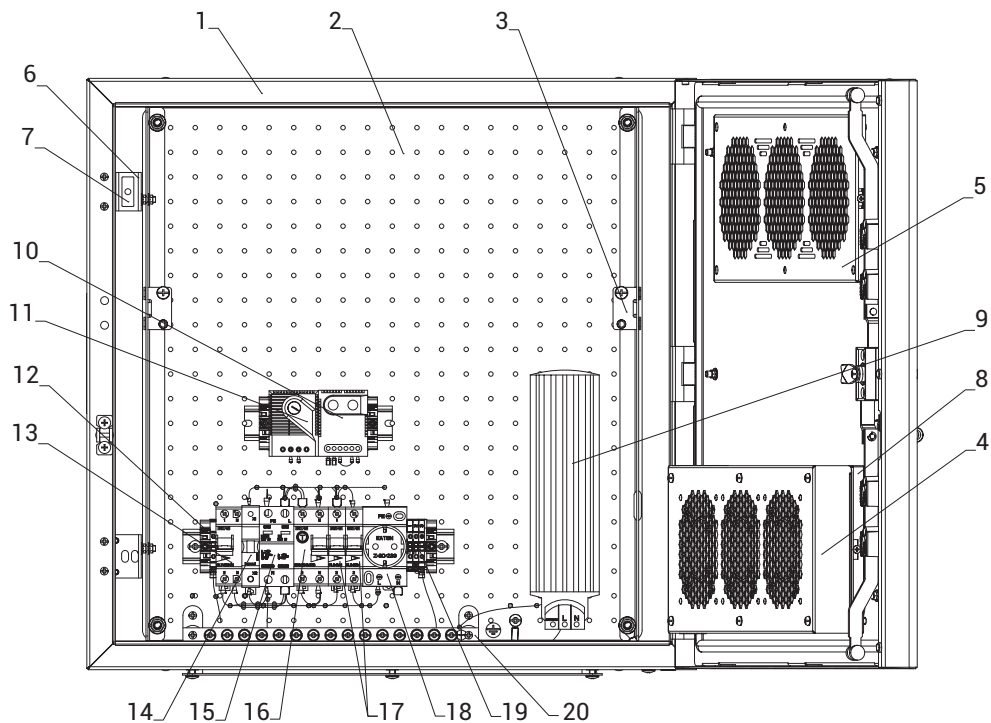

Рисунок 1. Общий вид шкафа серии ШТВ-Н
Корпус шкафов серии ШТВ-Н (поз.1 рис. 1) имеет металлическую сварную конструкцию, внутри покрыт слоем утеплителя с фольгированием, что увеличивает термоизоляцию и уменьшает теплотери через стенки шкафа. В комплект шкафа входят задняя перфорированная оцинкованная панель (поз. 2. рис. 1) и комплект вертикальных юнитовых панелей (поз. 3 рис. 1). Отверстия для ввода кабелей находятся в основании шкафа. Корпус шкафов серии ШТВ-НП выполнен из полиэстера, армированного стекловолокном.
Двери шкафов серии ШТВ-Н имеют перфорацию, которая обеспечивает вентиляцию установленного в нём оборудования, но при этом исключает прямой доступ в полость шкафа и попадание в него инородных предметов. В дверь шкафа исполнения Т1, Т3 встроена система вентиляции, состоящая из модуля вентиляторного (поз. 4 рис. 1), установленного поверх фильтра с повышенной площадью фильтрации (поз. 8 рис. 1) и фильтра выпускного (поз. 5 рис. 1). Максимальный угол открытия двери шкафа 120°. На кронштейне (поз. 6 рис. 1), закреплённом на петле двери, установлен датчик открытия дверей (поз. 7 рис. 1). Кабель от модуля вентиляторного подключается к клеммнику (ХТ2) (поз. 19 рис. 1).
На оцинкованной панели расположены две DIN-рейки с установленной аппаратурой и шина заземления (поз.20 рис.1). На верхней DIN-рейке расположен терморегулятор (поз.10 рис.1) и гиростат (поз.11 рис.1). На нижней DIN-рейке расположены аппараты вводно-распределительного устройства (ВРУ), состоящего из:
- вводной автоматический выключатель QF1 (поз. 13 рис. 1)
- автоматические выключатели QF2, QF3 (поз. 17 рис. 1)
- ограничитель перенапряжения FV1 (поз. 15 рис. 1)
- УЗО QA1 (поз. 16 рис. 1)
- индикатор напряжения HL1 (поз. 14 рис. 1)
- модульная розетка XS1 (поз. 18 рис. 1)
- клеммник XT2 (поз. 19 рис. 1)
- шина заземления XT/PE (поз. 20 рис.1)